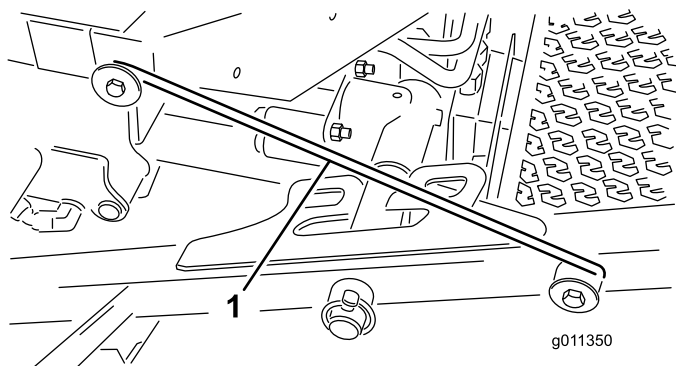

Figure 7
4. Dégagez la barre de verrouillage (Figure 7) de son point de retenue sur le bâti porteur avant.
5. Soulevez l'extérieur des plateaux de coupe avant et placez le verrou sur la goupille du bâti à l'avant de la plateforme de conduite (Figure 7).